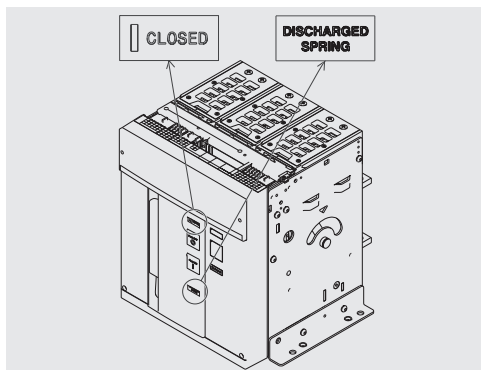

图 26
5. 确保断路器处于合闸状态（分闸/合闸指示器显示“I - CLOSED”），并确保弹簧未储能（弹簧状态指示器显示“white - DISCHARGED SPRING”），如图26所示。